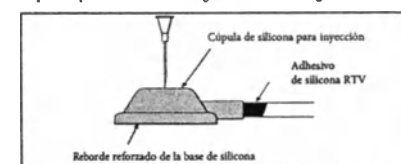

FIGURA 3
a) Inserte una aguja estéril, nueva y de calibre 21 (o inferior) en el reservorio. De forma ideal, la aguja debe entrar de forma perpendicular a la parte superior del reservorio, según se ilustra en la Figura 3.